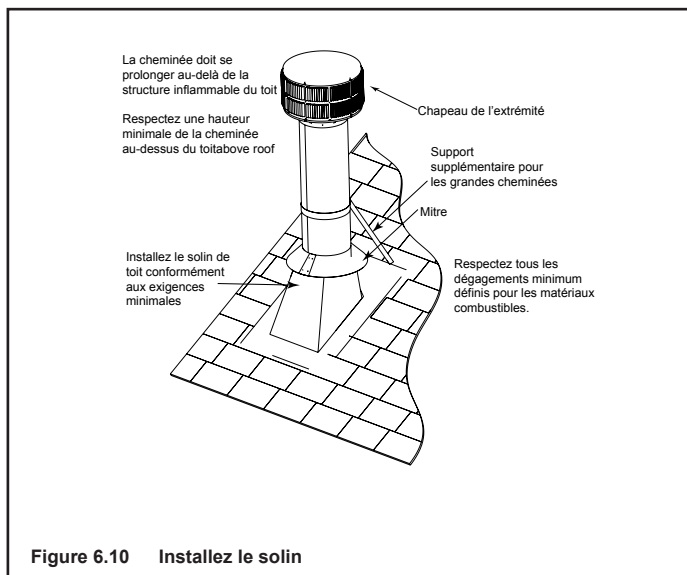

Figure 6.10 Installez le solin
- Se référer à la figure 6.10.